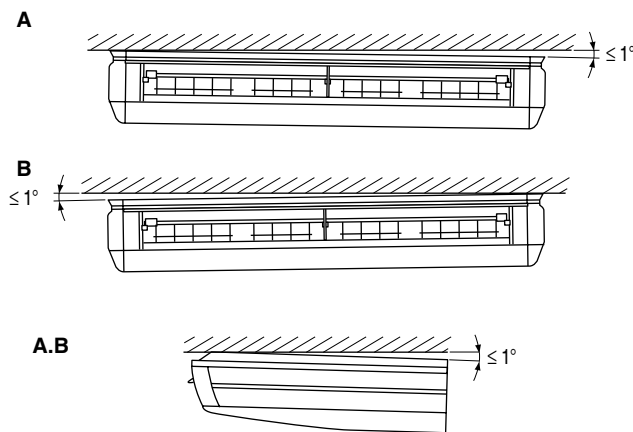

Рис. 11
- (5) При подвешивании основного корпуса комнатного блока обязательно воспользуйтесь ватерпасом или заполненной водой виниловой трубкой для контроля расположения дренажного трубопровода строго по горизонтали либо с небольшим наклоном для обеспечения соответствующего дренажа. (См. рис. 11)